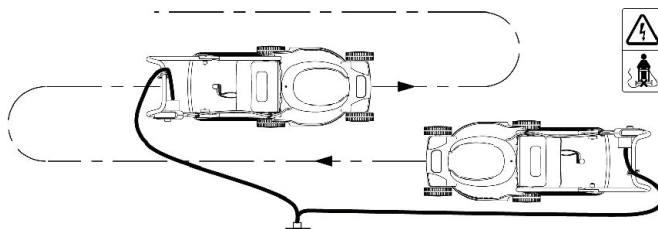

рис. 7
- шнур питания удлинителя должен находиться вне обрабатываемого участка, не мешать движению (см. схему движения - рис. 7);